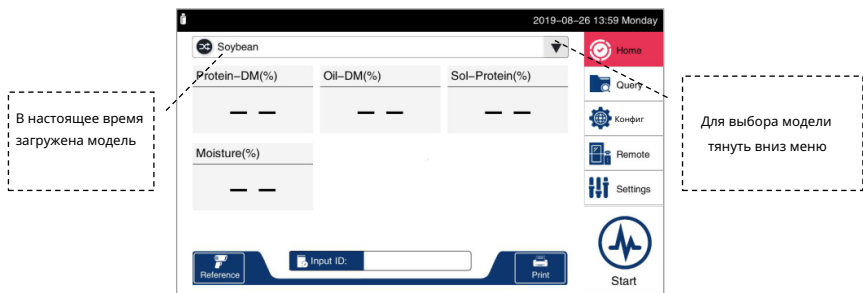

Рисунок 4. Выпадающее меню для выбора модели измерения или калибровки.
- 4) Нажмите кнопку «Домой», если устройство не находится на главном экране (Рисунок 2). Выберите тип целевого образца (также известный как «модель» или «калибровка») для измерения, открыв раскрывающееся меню (Рисунок 4) и выберите желаемую целевую модель.